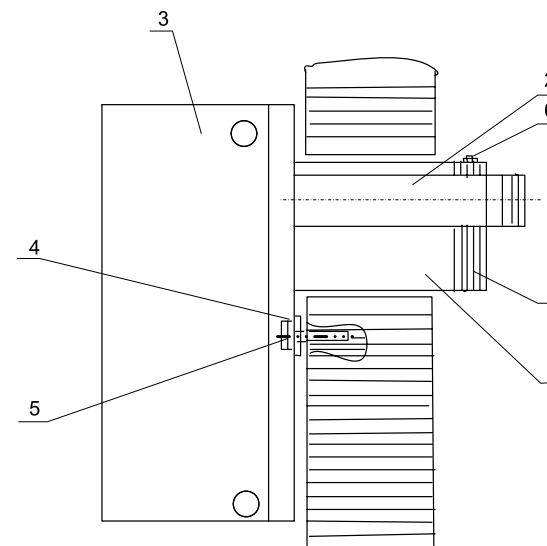

Рисунок 5. Схема установки котла.
- 6.8. Монтаж котла с коаксиальным трактом выполнять в следующей последовательности согласно рис. 5: